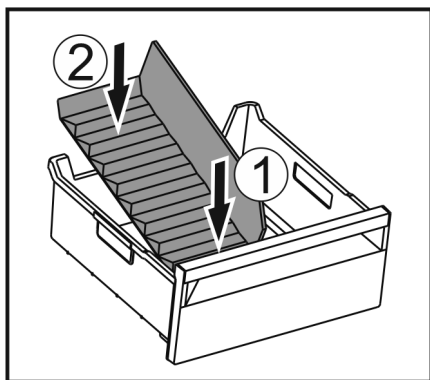

Fig. 45
- Přepážku vložte nejprve vpředu Fig. 45 (1).
- Spusťte dolů zadní díl Fig. 45 (2).